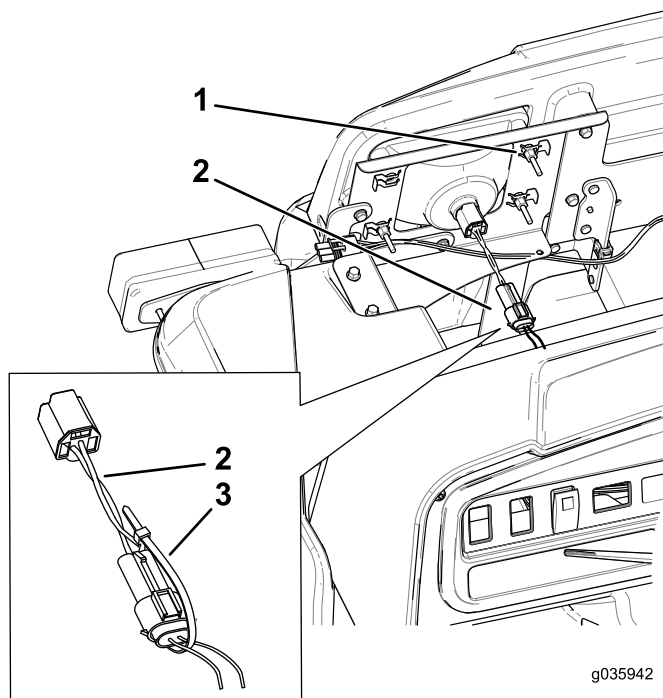

Рисунок 3
4. Присоедините электрический соединитель на переходнике фары к электрическому соединителю жгута проводов машины, закрепив при помощи кабельных стяжек (Рисунок 3).